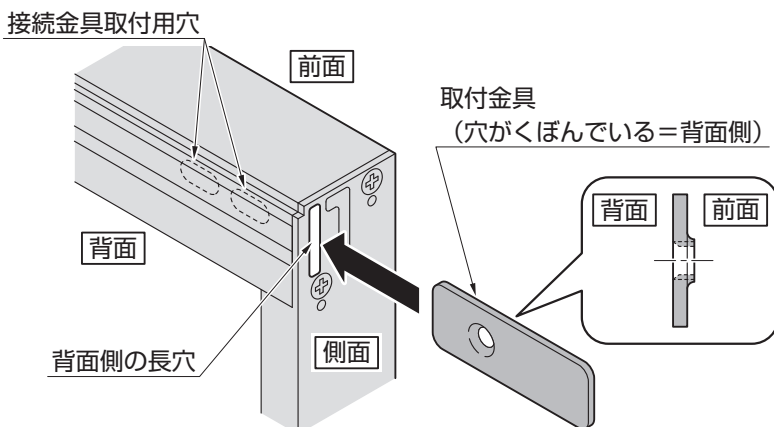

図3-4 取付金具
- 取付金具は、ネジ穴がくぼんでいる方を背面側にしてください。(図3-4参照)